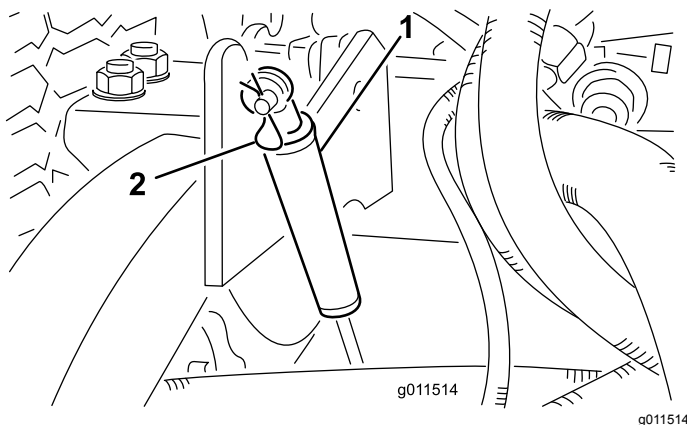

Figura 108
2. Retire el pasador de horquilla que fija los amortiguadores a los brazos de elevación (Figura 108).